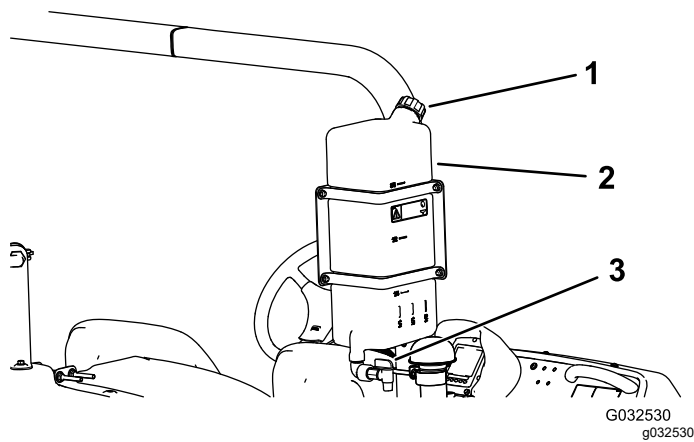

Figura 31
- Para llenar el depósito, desenrosque el tapón de la parte superior del depósito, llene el depósito con agua limpia y coloque el tapón (Figura 31).
- Para abrir la llave de paso del depósito de agua limpia, gire la palanca de la llave de paso (Figura 31).